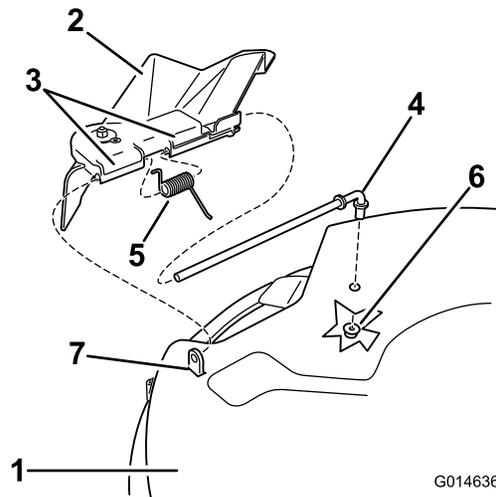
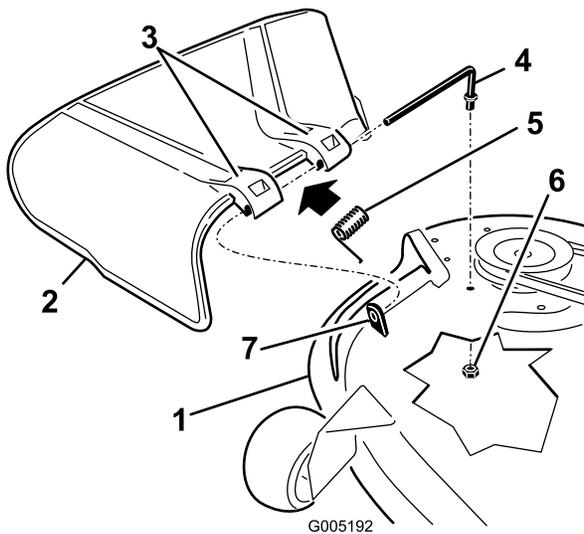

Figura 65
Figura 66
- Retire la tuerca ($\frac{3}{8}$ ") de la varilla debajo del cortacésped (Figura 65 y Figura 66).
- Retire la varilla del espaciador corto, del muelle y del deflector de hierba (Figura 65 y Figura 66).
- Vuelva a colocar el deflector de hierba (Figura 65 y Figura 66).
- Deslice la varilla por el segundo soporte del deflector de hierba (Figura 65 y Figura 66).
- Sujete el extremo trasero de la varilla al cortacésped con una tuerca (3/8"), según se muestra en Figura 65 y Figura 66.